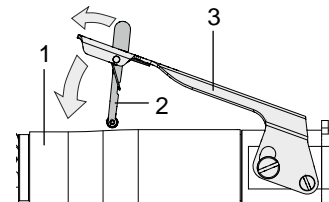

Abb. 6.2 – Schalter betätigen
- 2) Arretier Hebel (2) betätigen. s. *Abb. 6.2*.
- 3) Schalterhebel (3) wird freigegeben. s. *Abb. 6.2*.
- 4) Schalterhebel (3) betätigen. s. *Abb. 6.2*.